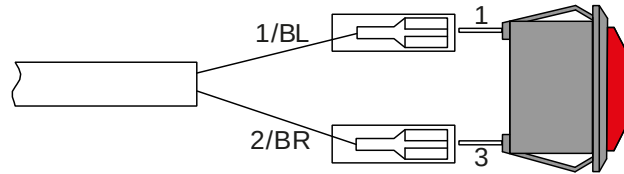

Abbildung 26: Anschluss Meldeleuchte
- Montieren Sie im Fahrerhaus die **PALFINGER** Meldeleuchte, die anzeigt, wenn die Hubladebühne nicht in Fahrstellung ist (Sachnr. 2067902, Ausführung der Bohrung wie beim Kontrollgerät, Anschluss gemäß Schaltplan, siehe auch Abbildung 26).